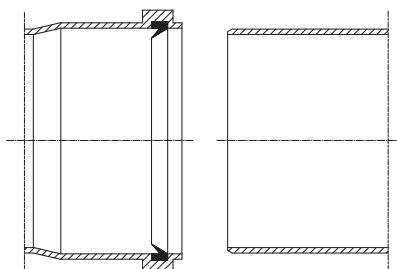

Fig. 3
- posizionare l'adattatore (3) sulla flangia pozzetti interponendo la guarnizione (1) (*che non necessita di lubrificazione*) posizionandola con le sporgenze circolari verso il basso a contatto con la flangia di caldaia e serrare con le 4 viti (2) presenti nel kit;
- **Posizionamento delle guarnizioni.** Prima del montaggio del sistema fumario controllare il corretto posizionamento delle guarnizioni (Fig. 3). Nel caso in cui la lubrificazione dei componenti (già effettuata dal costruttore) non fosse sufficiente, rimuovere mediante un panno asciutto il lubrificante residuo, quindi per agevolare l'innesto cospargere i particolari con il lubrificante in dotazione.